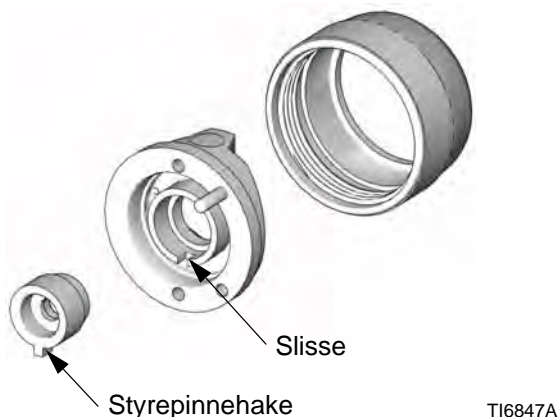

FIG. 5
Sett en dyse i pistolen. Pass på at dysens styrepinne sitter på plass i slissen i luftkappen. Se FIG. 5. Skru luftkappens låsering (6) godt til for hånd slik at det blir helt tett mellom dysens pakning og forstøveren (5).